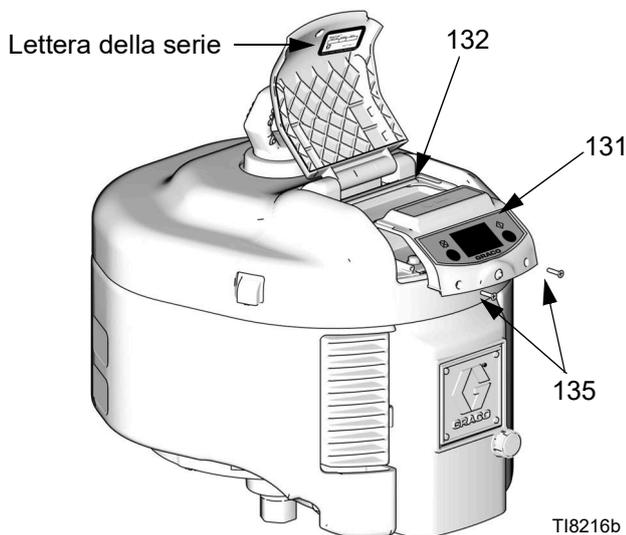

FIG. 4. Rimuovere il modulo DataTrak
1. Togliere le due viti (135). Estrarre con attenzione il modulo DataTrak (131) fuori dalla sede (132). Vedere FIG. 4.
\* La FIG. 4 mostra dove trovare la lettera della serie.